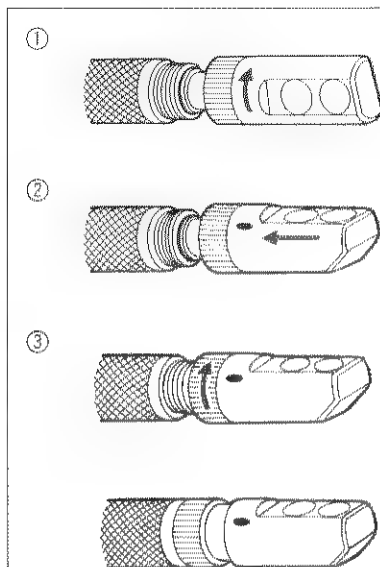

図4-5
1. 光学アダプターをスコープ先端部にゆっくり差し込み光学アダプター全体を第1スクリューを通過するまで右回りに回します。(図4-5-①)
2. 第1スクリュー通過後、光学アダプター本体を軽く押し込みながら回し、スコープの光学アダプター位置決め面に押し込んで光学アダプター本体の回転が止まる位置にします。(図4-5-②)
3. 光学アダプターのナットを右回りに回して、第2スクリューに取り付けます。ナットは確実に止まるまで締め付けます。(図4-5-③)